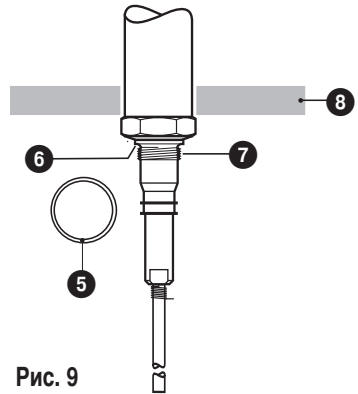

Рис. 9
7. Установить имеющееся в комплекте уплотнительное кольцо ⑤ на уплотнительную поверхность ⑥ электрода. **Рис. 9**
8. Смазать резьбу электрода ⑦ небольшим количеством термостойкой силиконовой смазки (например, WINIX® 2150).